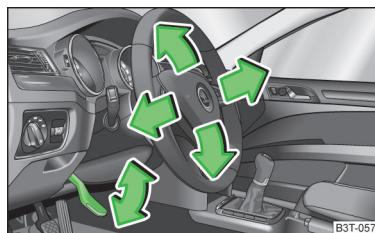

Fig. 2
- Rabattez vers le bas la manette sous le volant » fig. 2.